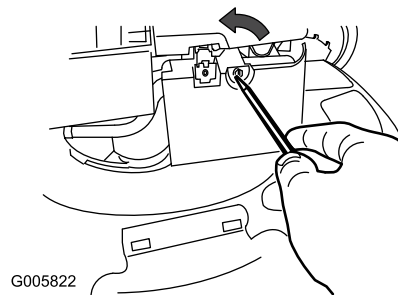

Figura 34
2. Utilice un destornillador para abrir la tapa del filtro de aire (Figura 34).